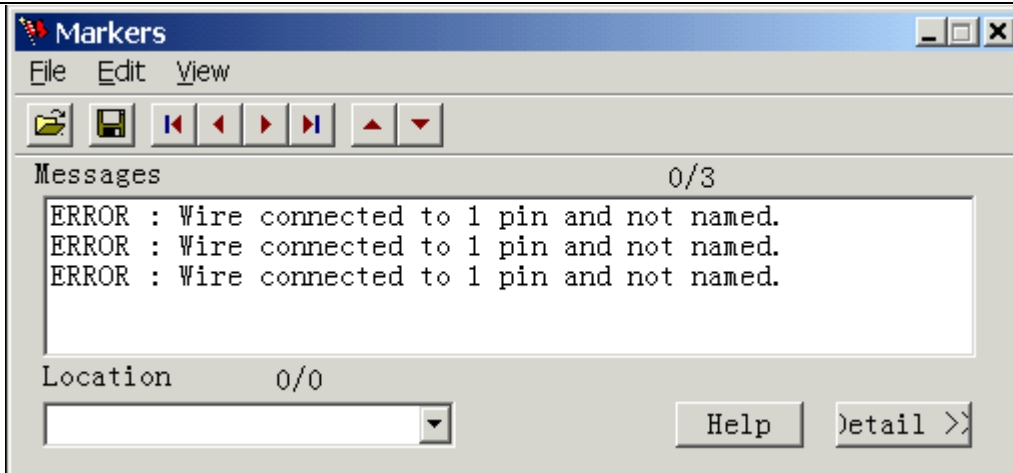

图 3.18
1. File->Save, 提示有三个错误, View Error 后出现如图 3.18 的对话框